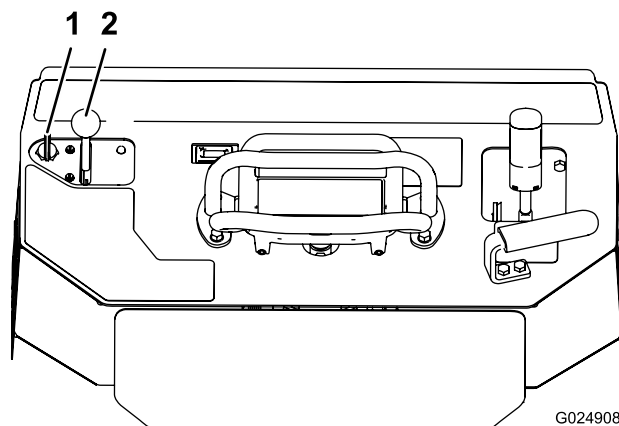

図 19
1. スロットルレバーを Fast と Slow の中間位置にセットする 図 19。
2. キーを ON 位置に回す 図 19。エンジンが始動したら、キーから手を離してください。
3. スロットルレバーを希望位置にセットする 図 19。
2. スロットルレバーを SLOW 位置に動かす 図 19。
3. キーを OFF 位置に回す 図 19。